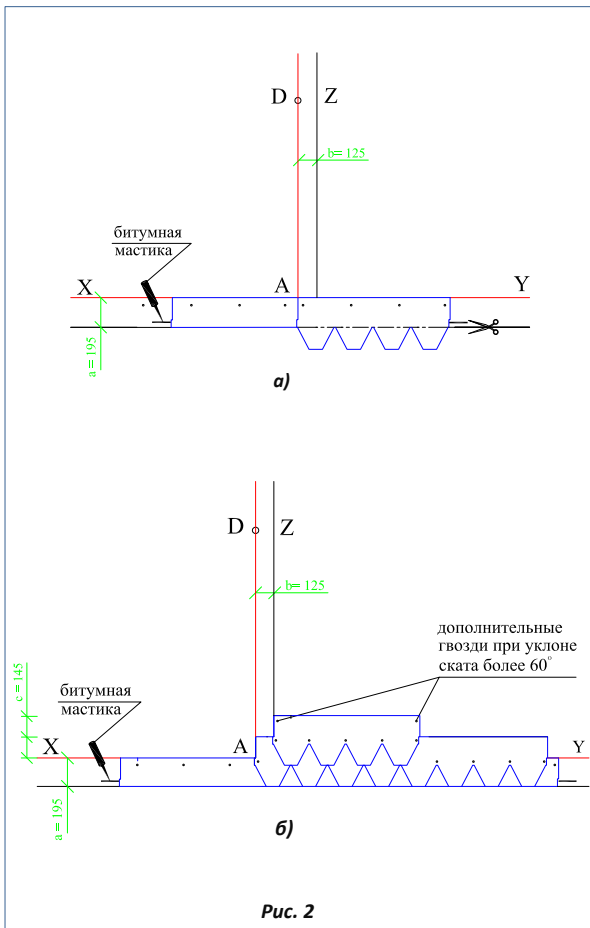

Рис. 2
Укладка материала (рис. 2)
- Начальный ряд формируется из листов черепицы **ЛЕМЕХ** с обрезанными лепестками. Полученные таким образом полосы шириной 19,5 см укладываются по линии карниза в обе стороны от линии Z (рис. 2а) и фиксируются по нижнему краю битумной мастикой, а по верхней кромке 4 гвоздями (ось гвоздей на 5 см ниже верхнего края полосы);
- далее первый ряд черепицы укладывается от линии AD (рис. 2б);
- второй ряд укладывается от линии Z (со смещением 12,5 см от AD) (рис. 2б);
Каждый лист гибкой черепицы **ЛЕМЕХ** крепится 5 гвоздями таким образом, чтобы гвоздь прошивал и верхний край нижележащего листа черепицы (рис. 2б). При укладке черепицы на скатах с уклоном больше 60° лист должен крепиться 7 гвоздями (рис. 2б).